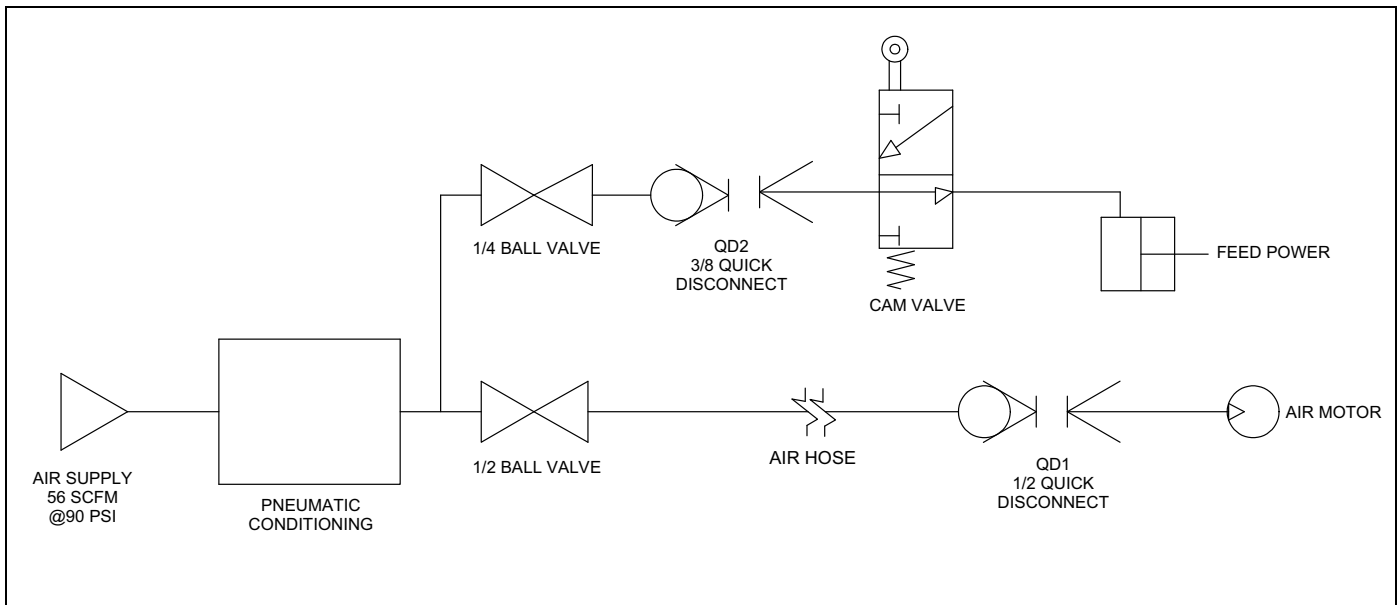

FIGURE B-1. P/N 87917 SCHÉMA PNEUMATIQUE
- FIGURE B-1. P/N 87917 SCHÉMA PNEUMATIQUE - - - - - 115